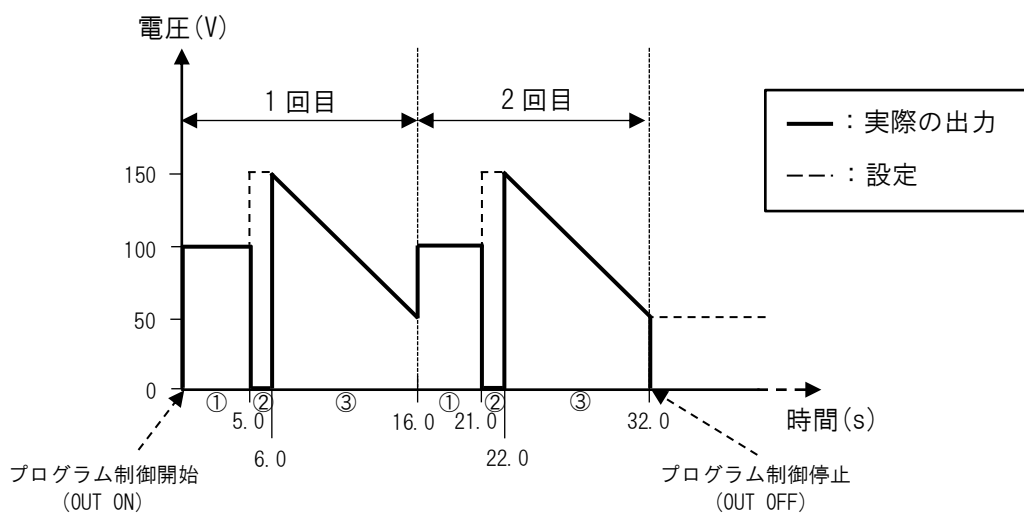

図 7-13 プログラム制御実行結果例
※図 7-13 の①～③は図 7-12 の 1～3 行を示しています。
(2) 行 No. 1 の実行 (図 7-13 ①部分)
(3) 行 No. 2 の実行 (図 7-13 ②部分)
(4) 行 No. 3 の実行 (図 7-13 ③部分)